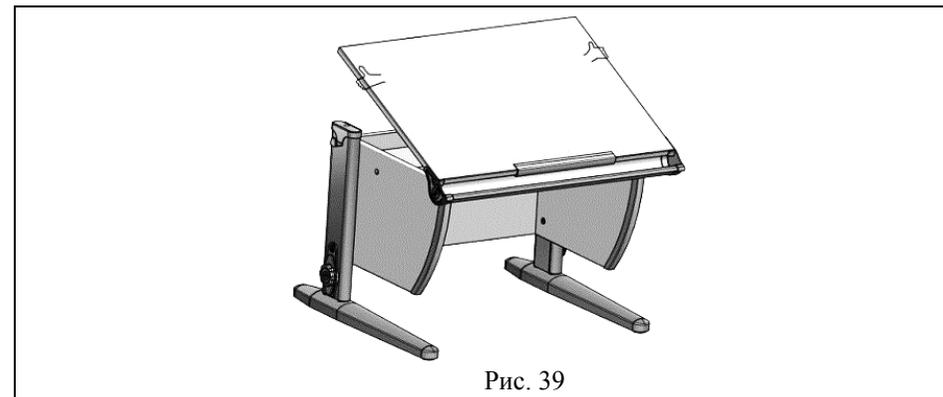

Рис. 39
6.5.1 Приподнять столешницу (держась за дальний левый или правый угол столешницы) на нужный угол наклона (см. рис. 39).